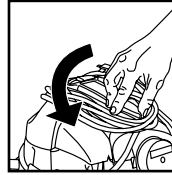

FIGURA 19
44. Para sacar el cable del soporte de enrollado, tome los laterales del soporte de enrollado posterior ubicado detrás de la manija, gire 180° en sentido contrario a las agujas del reloj hasta que la punta del soporte quede por encima de la manija. **FIGURA 19.**